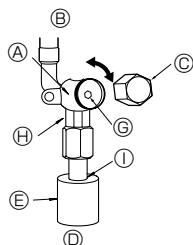
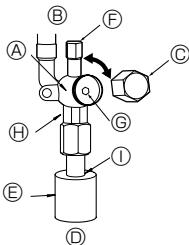

Fig. 4-5
Fig. 4-6
(1)Lado del gas de P100-P140 (Fig. 4-5)
- ① Abra la tapa y gire la varilla de válvula hacia la izquierda hasta su tope, utilizando una llave hexagonal de 5 mm. Deje de girar cuando llega al tope. (Ø15,88: Aproximadamente 13 revoluciones)
- ② Cerciórese de que la válvula de parada esté completamente abierta y enrosque la tapa en su posición original.
(2)Lado del líquido de P100-P140 (Fig. 4-6)
- ① Abra la tapa y gire la varilla de válvula hacia la izquierda hasta su tope, utilizando una llave hexagonal de 4 mm. Deje de girar cuando llega al tope. (Ø6,35: Aproximadamente 4,5 revoluciones) (Ø9,52: Aproximadamente 10 revoluciones)